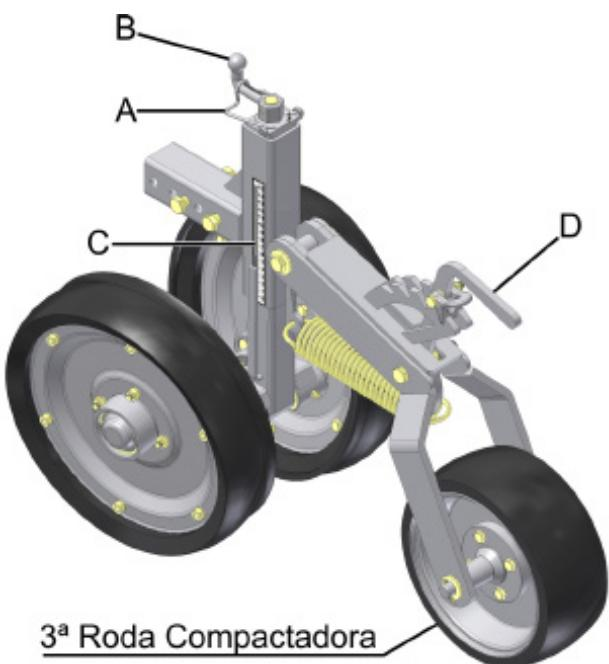

fig. 31
Em cada linha de plantio deverá ser feito o ajuste no pino regulador (A) (fig. 31/32) da seguinte forma:
- 2-** Solte a mola trava (A) (fig. 31/32) e gire o manípulo (B) até a altura desejada na escala indicadora (C). Observe para que em todas as linhas de plantio o indicador da escala esteja na mesma posição;
- 3-** Trave novamente o manípulo com a mola trava (A). Para sua orientação, os limites de profundidade em relação aos discos duplos são de 0,5 cm (mínimo) á 14 cm (máximo).
Para se fazer a regulagem de pressão da roda compactadora, ajuste a pressão da mola deslocando a alavanca (D) (fig. 31/32). Quanto maior a pressão da mola, maior será a pressão exercida sob a semente.